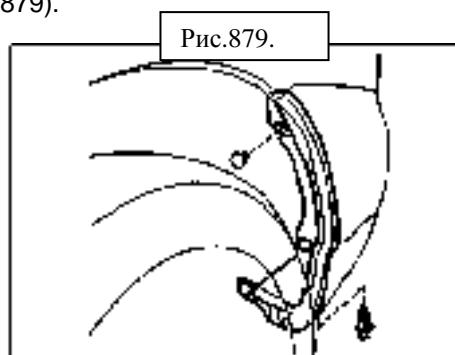

Рис.879.
4. Снимите правую облицовку багажника [68000113] 5. Снимите брызговик левого заднего колеса [68000223] (а) Снимите 2 винта и брызговик левого заднего колеса (рис.879).